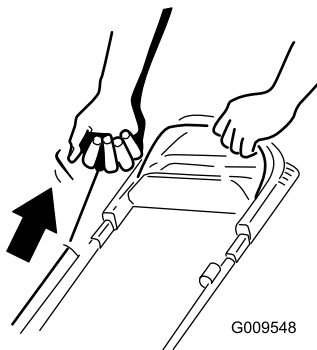

Figure 18
2. Tirez la poignée du lanceur (Figure 18).
**Remarque:** Tirez lentement la poignée du lanceur (Figure 18) jusqu'à ce que vous sentiez une résistance, puis tirez vigoureusement. Laissez le lanceur se rétracter lentement jusqu'à la poignée.